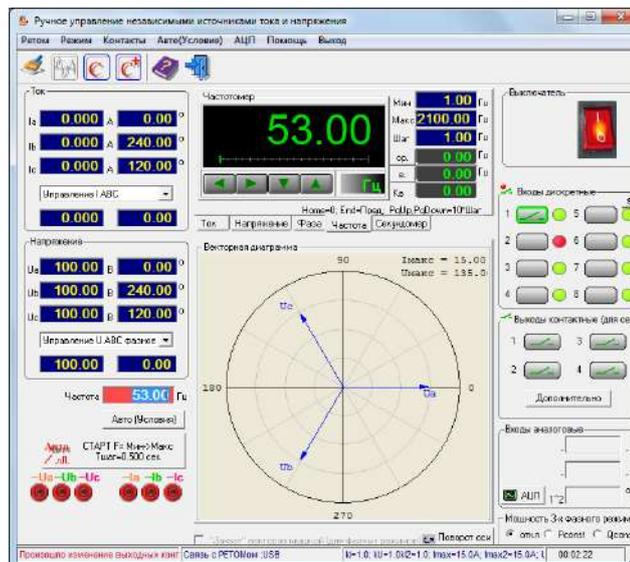

Рисунок 5.11 – Срабатывание первой ступени ЗМЧ в ручном режиме
- При срабатывании реле производится щелчок РП-11 (отключается автоматический выключатель), на дисплее отображается сообщение «Макс./Мин. частота» и загорается светодиод L8, L9, в окне проверки «Ручное управление» в поле дискретных сигналов цвет цифрового светодиода меняется с зеленого на красный (рис. 5.11, 5.12, 5.13).